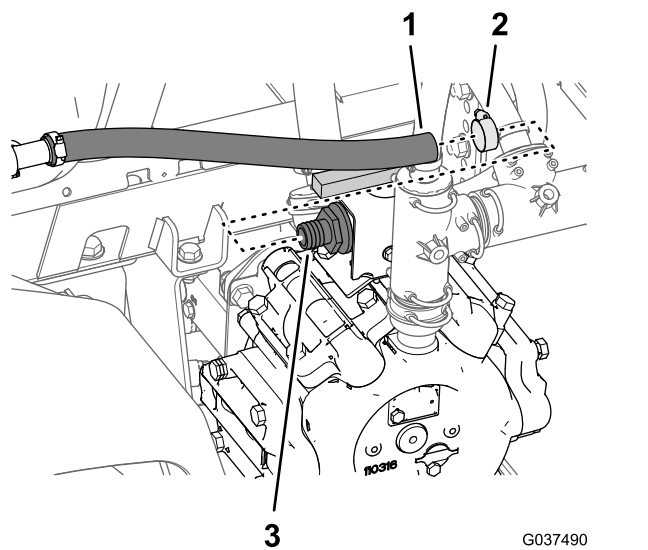

Рисунок 32
- Снимите шланг подачи перемешивания со штуцера типа «елочка» (Рисунок 32).
- На насосе опрыскивателя снимите шланговый хомут, который крепит шланг подачи перемешивания к штуцеру типа «елочка» на шаровом клапане (Рисунок 32).